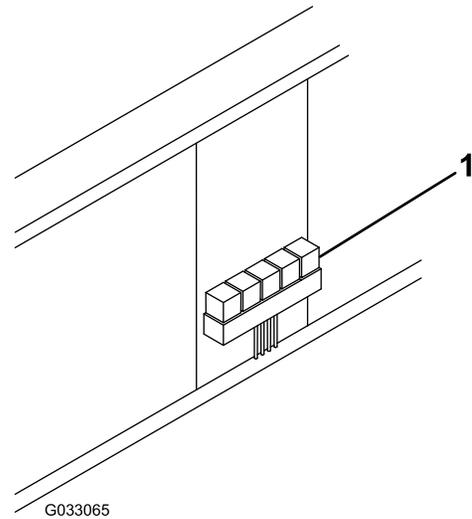

Bild 20
- 29. Befestigen Sie das Relaispack mit vier Blechschrauben an der Innenseite des Motorraums (Bild 20).